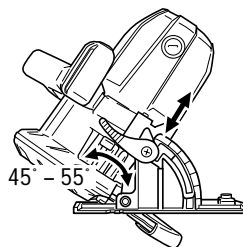

Fig. 5
Si l'on utilise un angle d'inclinaison de plus de 45°, comme indiqué sur la Fig. 5, déplacer le levier (A) vers l'intérieur, et la lame de scie pourra être inclinée à un angle maximum de 55° par rapport au socle. Toujours veiller à bien resserrer le levier (A) après avoir réglé l'angle.